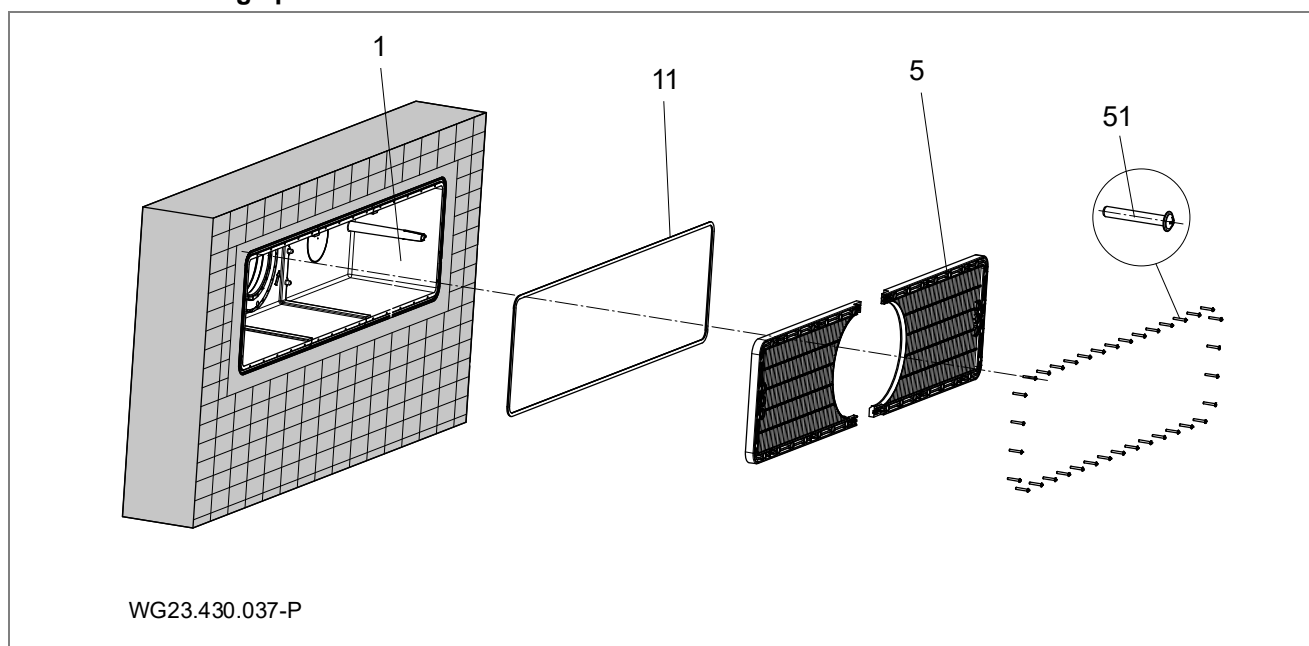

Fig. 8
Pour l'étanchement par rapport au mur en béton, il est recommandé de créer un anneau en résine époxy / sable siliceux sur tout le pourtour de la paroi extérieure côté bassin du boîtier (1). Voir "Fig. 8", page 17.